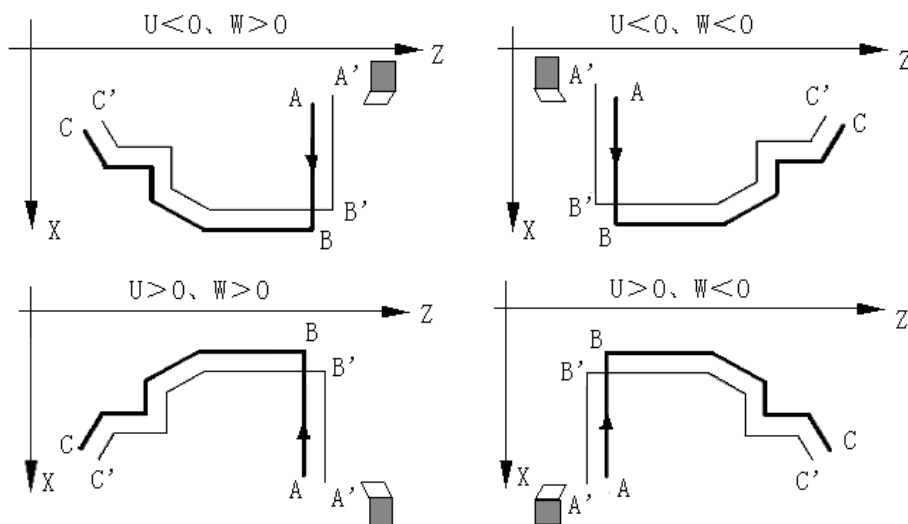

图 4-40
- 1) 执行指令①时，坐标轴没有实际运动，系统自动将偏移量记忆到内部，一直有效；如果未指定，则默认为 0。
- 2) G71 指令①设置的偏移量仅对 G71 指令②起作用，
- 3) G71 指令①中的 U、W 字段必须同时指定, 不能只写一个。
- 4) G71 指令③中的 X(U)、P、Q 字段应该与 G71 指令②一致; 如果要写, 必须写完整; 而且字段范围与指令②相同。
- 5) G71 指令③中, P~Q 程序段中的指令编程规则同粗车 G71 指令②相同。
- 6) 系统执行粗车 G71 指令②时, 自动记忆最近的 G71 中的 X(U)、P、Q 字段数据; 如果 G710 省略了 X(U)、P、Q 字段, 则直接引用内部记忆的数据。因此, 如果是对最近粗车过的 G71 轨迹进行精车, 则可以省去 G710 之后的字段。
- 9) G710 与 G71 指令②一样, 内部可以进行刀尖半径补偿, 编程规则、格式与 G71 指令②一样。
- 10) 留粗车余量时坐标偏移方向: 指令①的 U、W 反应了精车时坐标偏移和切入方向, 按 U、W 的符号有四种不同组合, 见图 4-40, 图中: B→C 为精车轨迹, B'→C'为粗车轮廓, A 为起刀点。